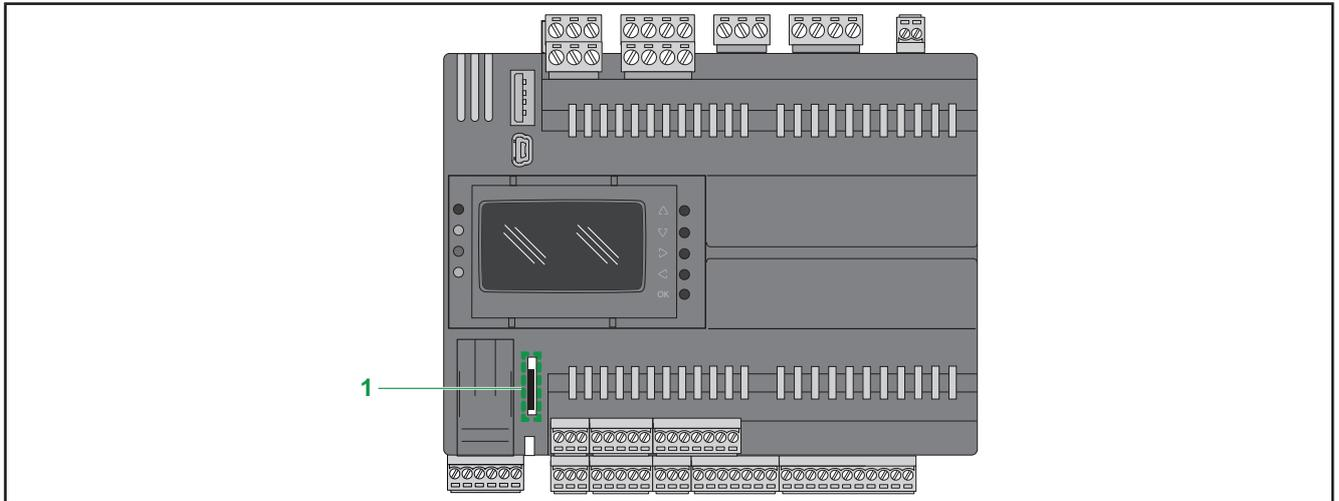

Fig. 51. EWCM 9000 PRO (HF): Slot para cartão de memória
Os controladores para centrais de compressor CO2 **EWCM 9000 PRO (HF)** são dotados de uma slot para cartões de memória (ver 1 na **Fig. 51 na pág. 75**) de tipo micro SD para expandir, nalguns casos, a memória interna.